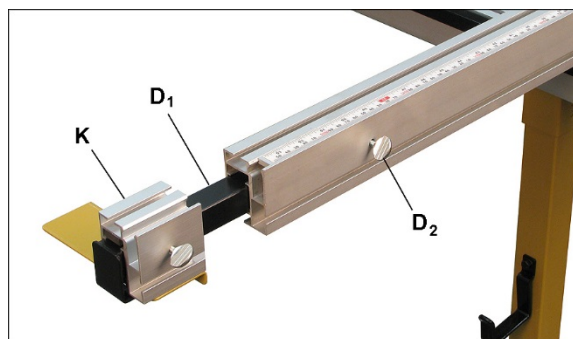

Рисунок 7-26
8. Полностью вытяните штангу удлинения (D1, рисунок 7-26) из упора. Установите на штангу стопор удлинения (К), надев его с противоположного конца.
1. Выдвиньте из упора штангу удлинения со стопором (см. К, рисунок 7-26).